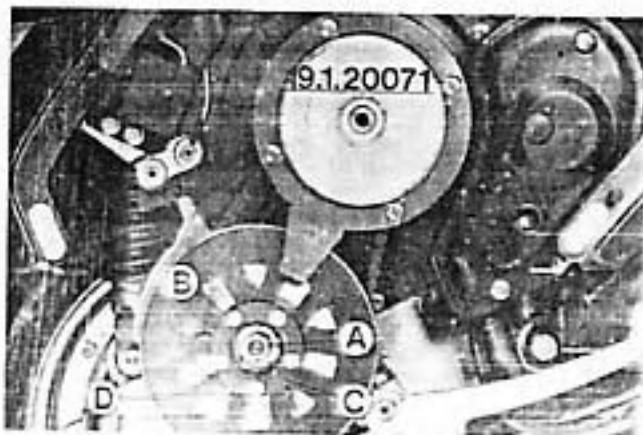

Fig. 73
**Fig. 73 - Belt replacement:** Lock pulley and pulley with fig. wrench 19.1.20071; unscrew (2 - 3 turns) the lock nut «A», take away the 5 bolts «B» and remove pressure plate «C» and spring «D». Insert, as shown in fig. 28 page 51 between both pulleys the spacer 19.1.20072 and act with a mallet on pulley half, control shaft until cone, which allows final removal of pulley half and concerning transmission belt is loosened.
**Bild 73 - Einbau eines neuen Riemens:** Mittels Halter 19.1.20071 die Riemenscheibengruppe festhalten, die zentrale Mutter «A» um 2 bis 3 Umdrehungen lösen, die 5 Schrauben «B» herausschrauben, die Druckplatte «C» und Tellerfeder «D» entfernen. Das Distanzstück 19.1.20072 zwischen den Scheiben einsetzen, (siehe Abb. 28, Seite 51), und mit einem Schlegel auf der Abtriebswelle schlagen um den Keilwellenstumpf zu lösen, damit können Riemenscheibenhälften und Riemen abgebaut werden. Zum Einbau, siehe S. 103, Bild 114.
**Fig. 73 - Remplacement de la courroie de transmission:** bloquer au moyen de la clé d'arrêt 19.1.20071 la groupe des poulies, desserrer (2 ou 3 tours) l'écrou central «A», dévisser les 5 boulons «B» et ôter le plateau de pression «C» et le ressort «D»; insérer, comme montré en fig. 28, page 51, l'entretoise 19.1.20072 entre les deux flasques de poulie et, en s'aidant avec coups de maillet, débloquer le cône de la queue de broche de poulie, en permettant ainsi la dépose du flasque de poulie et de la courroie de transmission. Pour la pose, voir fig. 114 page 103.
**Fig. 73 - Transmission belt replacement:** lock pulley unit by using locking wrench 19.1.20071; unscrew (2 + 3 turns) central nut «A», take away the 5 bolts «B» and remove pressure plate «C» and spacer «D». Insert, as shown in fig. 28 page 51 between the pulleys the spacer 19.1.20072 and act with a mallet on pulley, half, control shaft until cone, which allows final removal of pulley, half and concerning transmission belt is loosened.
**Bild 73 - Einbau eines neuen Riemens:** locken die Riemenscheibengruppe festhalten, die zentrale Mutter «A» um 2 bis 3 Umdrehungen lösen, die 5 Schrauben «B» heraus-schrauben, Druckplatte «C» und Tellerfeder «D» entfernen. Das Distanzstück 19.1.20072 zwischen den Scheibenhälften einsetzen, (siehe Abb. 28, Seite 51), und mit einem Schlegel auf der Abtriebswelle schlagen um den Wellenstumpf zu lösen, damit können Riemenscheibenhälfte und Riemen abgebaut werden. Zum Einbau, siehe S. 103, Bild 114.
**Fig. 73 - Remplacement de la courroie de transmission:** bloquer au moyen de la clé d'arrêt 19.1.20071 le groupe des poulies, desserrer (2 ou 3 tours) l'écrou central «A», dévisser les 5 boulons «B» et ôter le plateau de pression «C» et le ressort «D»; insérer, comme montré en fig. 28, page 51, l'entretoise 19.1.20072 entre les deux flasques de poulie et, en s'aidant avec des coups de maillet, débloquer le cône de la queue de broche de poulie, en permettant ainsi la dépose du flasque de poulie et de la courroie de transmission. Pour la pose, voir fig. 114 page 103.